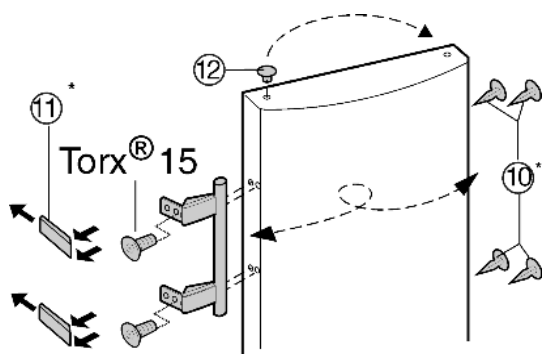

Fig. 9
- ▶ Til de stop Fig. 9 (12) uit de deurlagerbus en plaats hem om.
- ▶ Monteer deurgreep, stop Fig. 9 (10) en drukplaten Fig. 9 (11) af en monteer ze aan de tegenoverliggende kant.